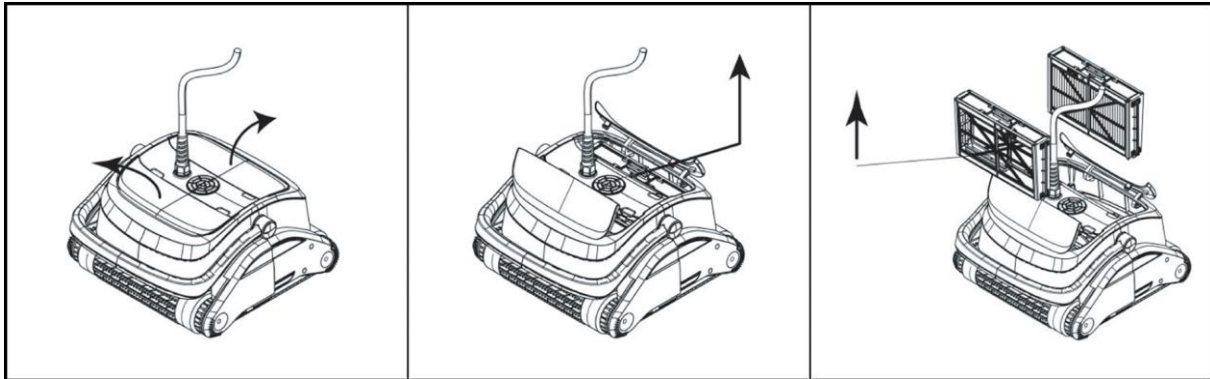

Abb. 5
- Öffnen Sie die beiden Deckel und entnehmen Sie die zwei Filterkörbe (Abb. 5).